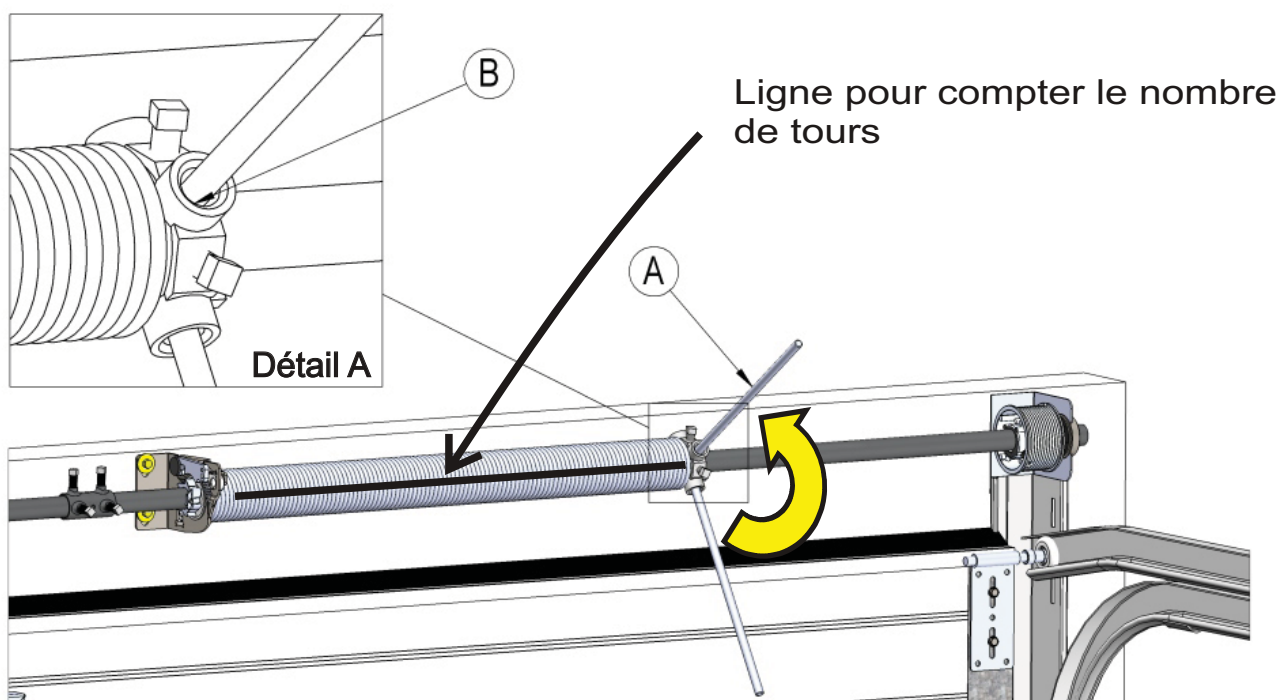

Figure 6a
- Le nombre de tours est compté grâce à la ligne peinte sur le ressort. Celle-ci aide à compter le nombre de tours grâce aux lignes diagonales qui restent dans les ressorts, comme indiqué dans la figure 6a et 6b.
Insérez les deux barres (A) dans le trou (B) du mandrin du ressort, comme indiqué sur la figure 6a (détail A).